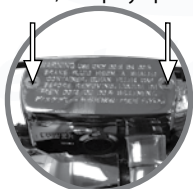

Imagen 11. Completar el nivel del líquido de freno.
2. Retirar los dos tornillos de la tapa. Ver imagen 11.